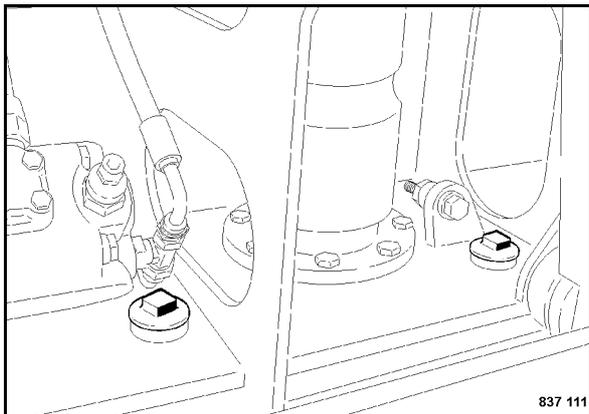

Fig. 226
- Svitare il tappo di chiusura (Fig. 226) e allentare le viti di arresto sottostanti.